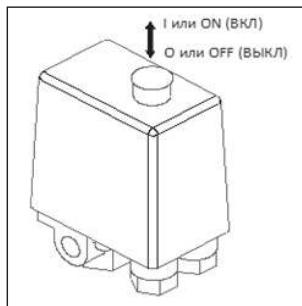

Рис. 6
- Проверьте, чтобы выключатель на реле давления находился в выключенном положении «О» / «OFF» (в зависимости от исполнения) (Рис. 6).
- Включите компрессор выключателем на реле давления. Для этого необходимо переключить выключатель в положение «1» или «ON» (в зависимости от исполнения) (Рис. 6).
ния) (Рис. 6). После этого остановится электродвигатель и произойдет сброс давления из нагнетательного воздухопровода и поршневого блока.